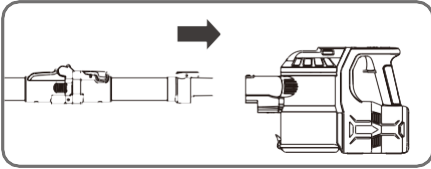

Figura 1
- Empuje el extremo del tubo de aluminio horizontalmente en el puerto de succión de la carcasa principal para asegurarse de que esté conectado y no suelto. La instalación se completa con éxito una vez que se escucha un "clic". (Figura 1)